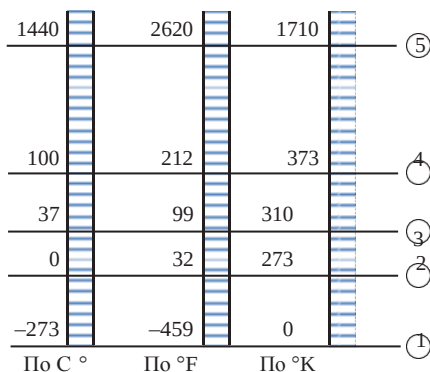

Рисунок 4.1
Температура является мерой молекулярной вибрации. При более высокой температуре наблюдается большая вибрация, а в точке абсолютного нуля (-273°C) молекулы вообще не движутся. Ни вибрации, ни температуры. Было разработано несколько методов, шкал и единиц измерения температуры, среди которых наиболее распространенными являются градус Кельвина (основанный на абсолютном нуле), градус Цельсия (основанный на свойствах воды) и градус Фаренгейта (частично основанный на человеческом теле). На рис. 4.1 показаны некоторые общеизвестные температуры для этих трех единиц измерения: минимально возможная температура, абсолютный ноль (1), температура замерзания воды (2), тело человека (3), температура кипения воды (4), приблизительная температура плавления стали (5).